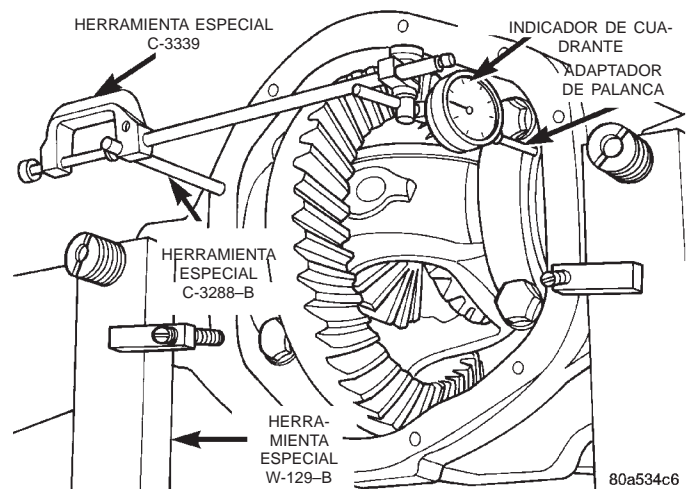

Fig. 25 Instalación del indicador de cuadrante
- (8) Instale el pasador guía C-3288-B en el lado izquierdo del cárter del diferencial. Fije el indicador de cuadrante C-3339 al pasador guía. Coloque el adaptador de palanca contra el lado opuesto del cárter (Fig. 25) y ponga en cero el indicador.
(2) Instale el pasador guía C-3288-B en el lado izquierdo del cárter del diferencial. Fije el indicador de cuadrante C-3339 al pasador guía. Coloque el adaptador de palanca contra el lado opuesto del cárter (Fig. 25) y ponga el indicador en cero.